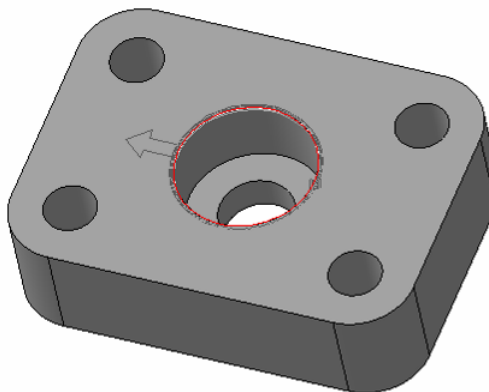

Рис. 3.20. Фантом фаски и направление её построения
3. Щелчком правой кнопки выделите кромку (ребро) для создания фаски. В окне покажется фантом фаски (рис. 3.20).